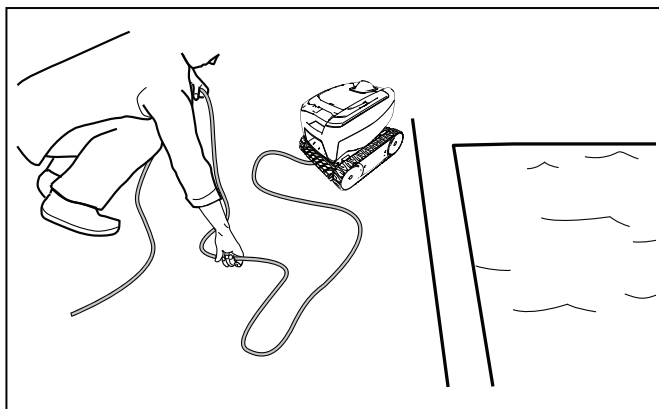

Figura 18. Extender el cable al sol
4. Saque el limpiafondos de la piscina y desenrede todos los bucles y vueltas en el cable flotante (Figura 18). Comience por el cabezal del limpiafondos. Extienda el cable al sol para que se afloje y desaparezcan las marcas de enredo.